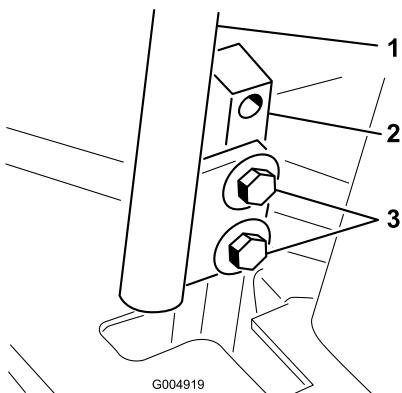

Figura 66
- Allentate i bulloni di fissaggio delle leve di controllo (Figura 66).